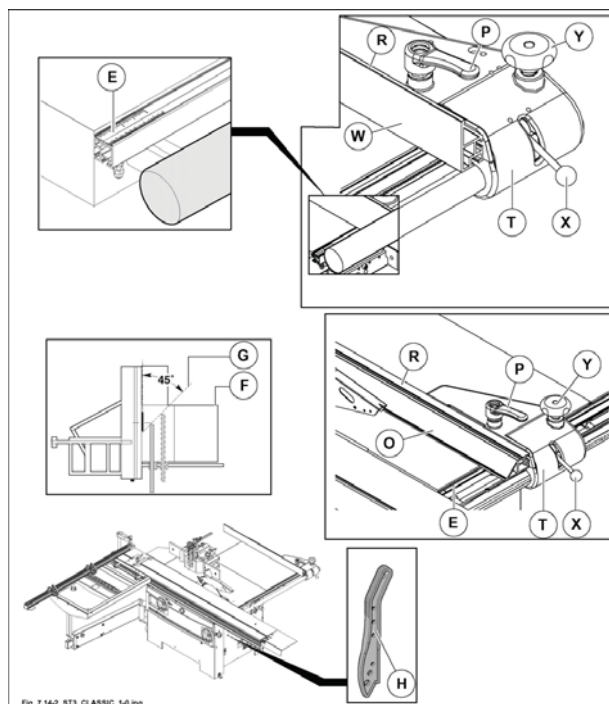

Fig. 7.14-2
La riga (R fig. 7.14-2) può scorrere longitudinalmente dopo aver sbloccato la leva (P fig. 7.14-2); al termine di ogni posizionamento serrare la leva.
l'estremità anteriore della riga non dovrà mai sporgere dall'estremità del piano sul lato (F fig. 7.14.2), ma deve arrivare ad una linea immaginaria (G fig. 7.14.2) che inizia dal primo dente della lama e scivola avanti di 45°. Questo per evitare che i denti in salita della sega afferrino il pezzo e lo lancino contro l'operatore.
La riga (R fig. 7.14-2) può assumere 2 posizioni dopo aver allentato la leva (P fig. 7.14-2).
- 1) Posizione verticale con il lato (W fig. 7.14-2) rivolto verso il pezzo.
- 2) Posizione orizzontale (O fig. 7.14-2) per tagli di pezzi sottili e tagli inclinati.
questa posizione permette di aver spazio per poter fare avanzare il legno usando lo spingilegno (H fig. 7.14-2) in dotazione alla macchina.
- 3) Al termine di ogni posizionamento serrare la leva (P fig. 7.14-2).
- Allentare la leva (X fig. 7.14-2);
- far scorrere manualmente il gruppo guida (T fig. 7.14-2) facendo riferimento alla riga metrica (E fig. 7.14-2).
- spingendo il pomello (Y fig. 7.14-2) e ruotandolo.
- Serrare la leva (X fig. 7.14-2) a registrazione avvenuta.